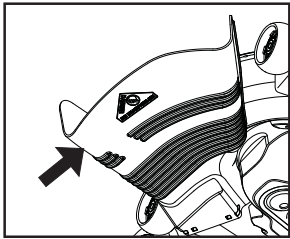

Fig. 10
- **PRECAUCIÓN:** No opere la segadora sin, ya sea, el recogedor de césped completo en las segadoras así equipadas o con la protección contra la descarga en su lugar (Vea Fig. 10).